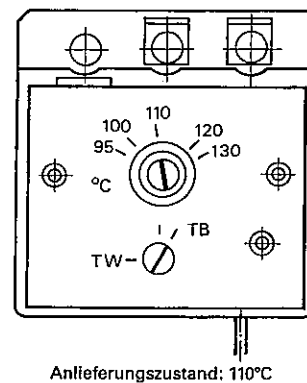

Abb. 55
3. Die Schlitzschraube des Sicherheitstemperaturbegrenzers drehen, bis der Schlitz auf „100°C“ zeigt (Abb. 55).